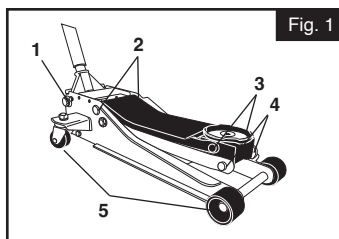

Fig. 1
3. Gardez le cric propre et bien lubrifié, aux points illustrés à la figure 1.